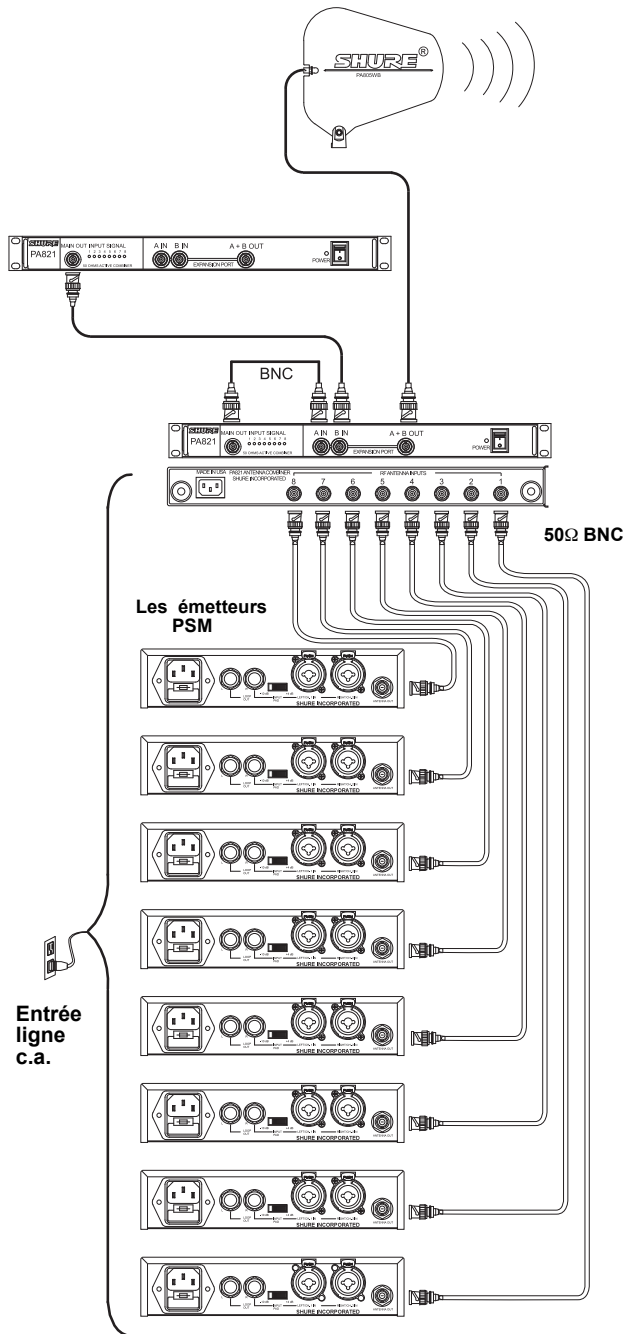

FIGURE 3
4. Brancher une antenne à la **SORTIE A + B** de la prise pour **EXPANSION PORT**. Pour les applications à large bande, utiliser l'antenne directionnelle PA805, (Figure 3).